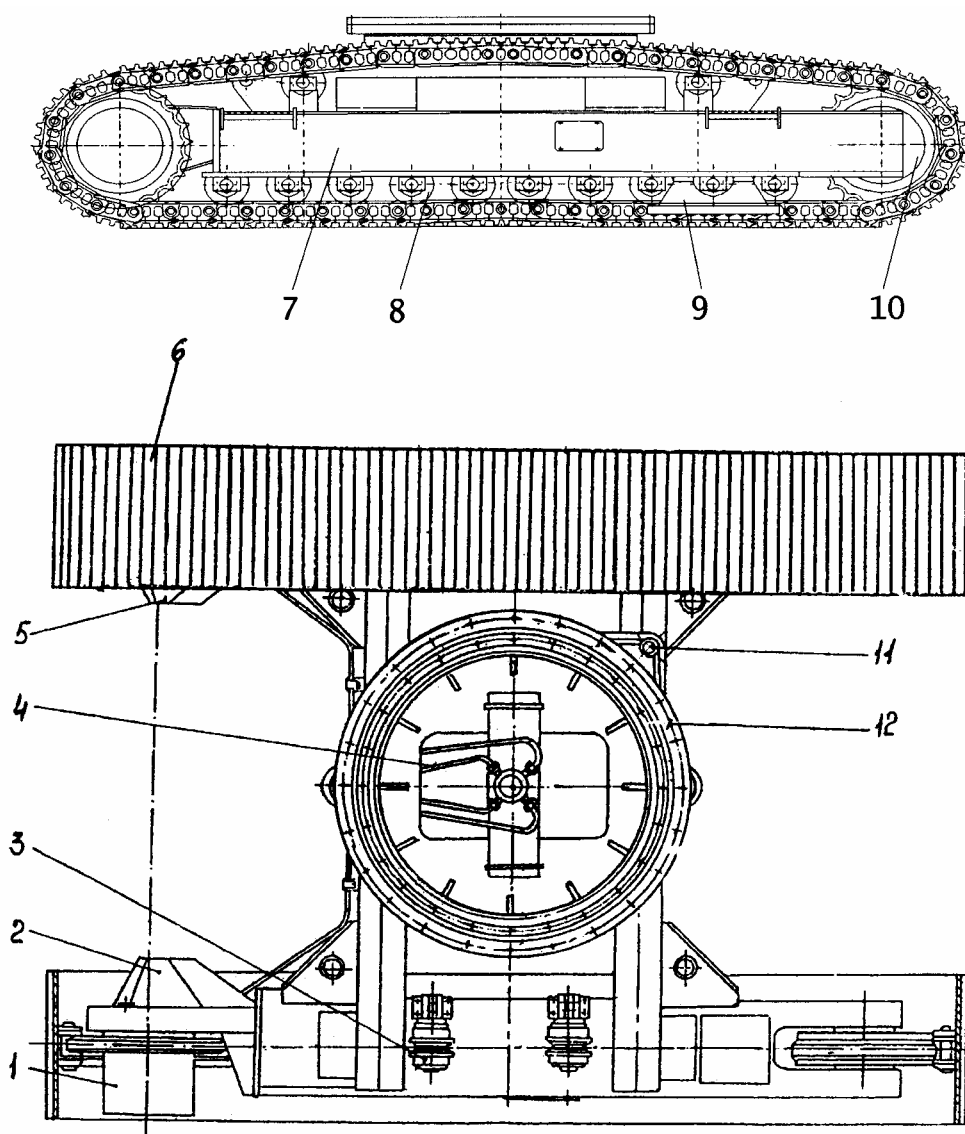

Рис. 12 Гусеничная тележка
1. ГУСЕНИЧНЫЙ ХОД (рис. 12)
Ходовая рама 7 (рис. 12) является базовым элементом экскаватора. К средней части рамы приварена опора, к которой крепится зубчатый венец роликовой опоры 12. В продольных балках рамы устанавливаются приводы хода 1, а также ползуны направляющих колес 10 с натяжными механизмами.